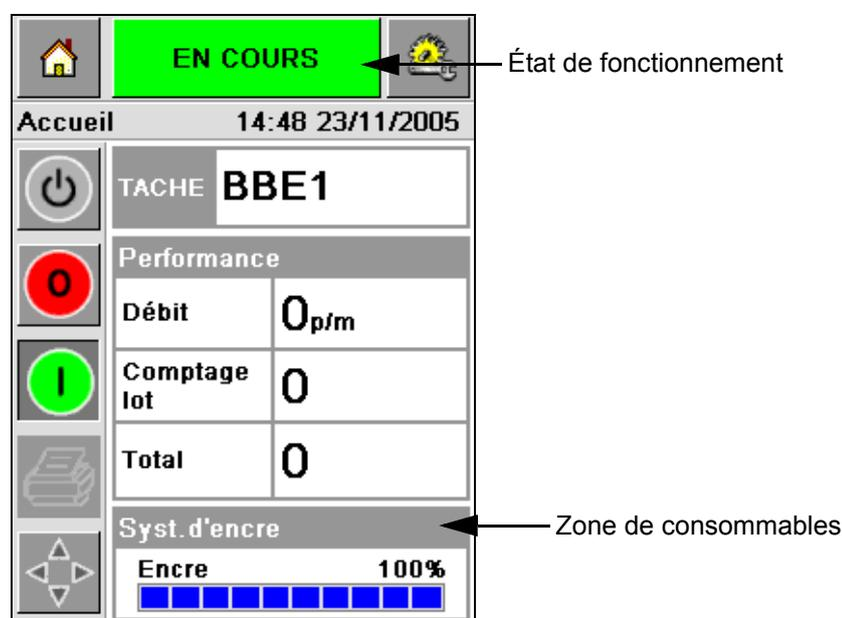

Figure 4-14 : Zone de consommables- fonctionnement
- 1 Touchez la zone *Consommables* sur l'écran d'accueil lorsque l'imprimante est en état de *Fonctionnement* (Figure 4-14). L'écran *Consommables* indiquant le nombre d'impressions (Figure 4-15 à la page 4-12) s'affiche.